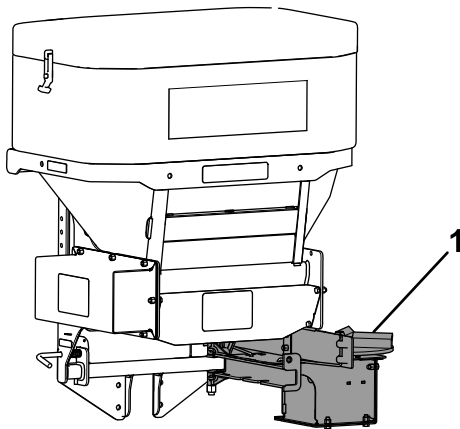

Bild 27
4. Schwenken Sie den Tellerstreuer vom Streuer weg (Bild 27).